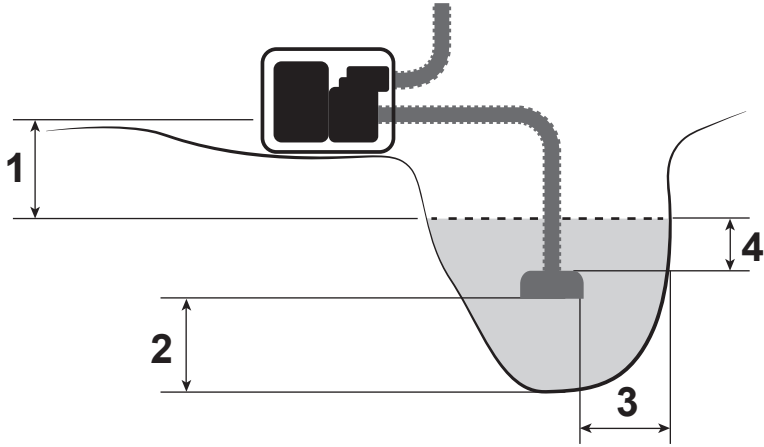

Рис. 12 Расположение мотопомпы и всасывающего фильтра
1. Установите мотопомпу вблизи водоема (емкости) на твердую ровную горизонтальную поверхность, опустите всасывающий рукав с установленным фильтром в водоем (емкость), обеспечив вертикальное положение фильтра. При расположении всасывающего рукава с установленным фильтром соблюдайте все требования, указанные на Рис. 12.
2. Необходимо установить мотопомпу как можно ближе к водоему. Чем меньше высота расположения мотопомпы по отношению к уровню забора воды (Рис. 12 п. 1), тем быстрее происходит всасывание воды и выше производительность насоса.
Не превышайте высоту расположения мотопомпы по отношению к уровню забора воды (Рис. 12 п. 1).
4. В процессе выкачивания воды из водоема (емкости) уровень воды в водоеме (емкости) будет естественным образом понижаться. Если требуемые расстояния (Рис. 12 п. 2, 3, 4) между всасывающим фильтром и стенками, и дном водоема (емкости) не соблюдаются, выкачивание воды следует прекратить.